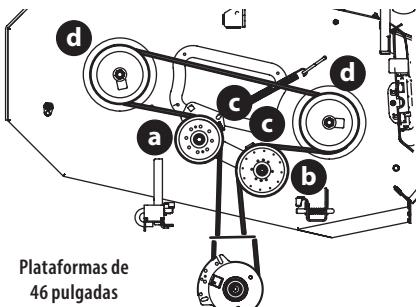
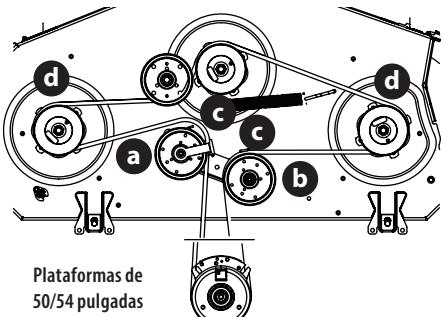
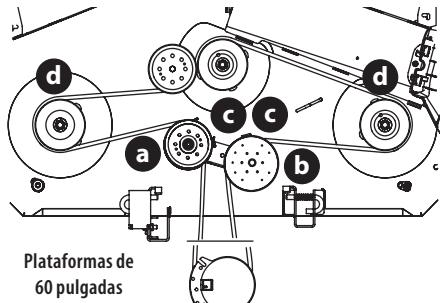
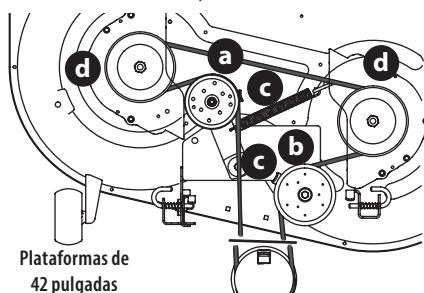

Figura 48
Figura 49
Figura 50
Figura 47
- Afloje, pero no quite los herrajes de la polea loca a la derecha (a) y la izquierda (b). Figura 47 para las plataformas de 42 pulgadas, la Figura 48 para las plataformas de 46 pulgadas, la Figura 49 para las plataformas de 50 y 54 pulgadas y la Figura 50 para las plataformas de 60 pulgadas.